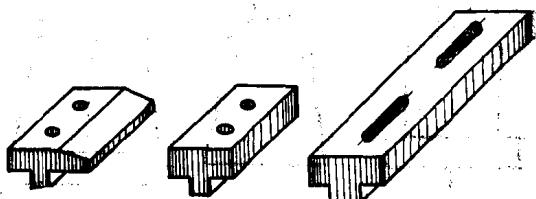

图1-23 挡铁块
4) 挡铁块 有各种形状的挡铁块(见图1-23),用来在工作台上装夹工件时挡住工